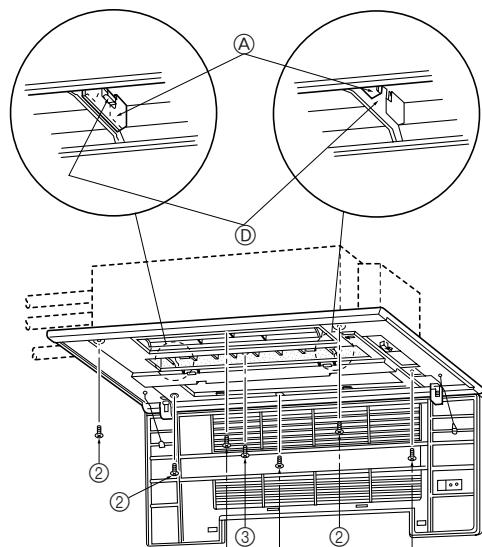
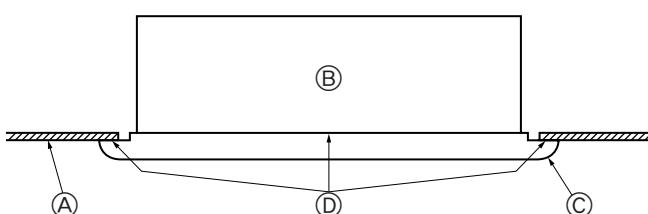

Fig. 5-5
Fig. 5-6
- 调整前侧面板以便正好适合于墙壁和天花板之间的夹角, 并在左右两侧的四个位置安装固定螺栓②(随格栅提供), 保持其稍微松开。 (Fig. 5-5)
- 接下来拧紧固定螺栓②和三处中间位置的固定螺钉③。
- 最后拧紧左右两侧四个位置的固定螺栓②。
- 在这里, 确保室内机组和前侧面板之间没有缝隙, 以及前侧面板和天花板之间也没有缝隙。如果有缝隙, 则可能会有风进入和导致滴水 (Fig. 5-6)。